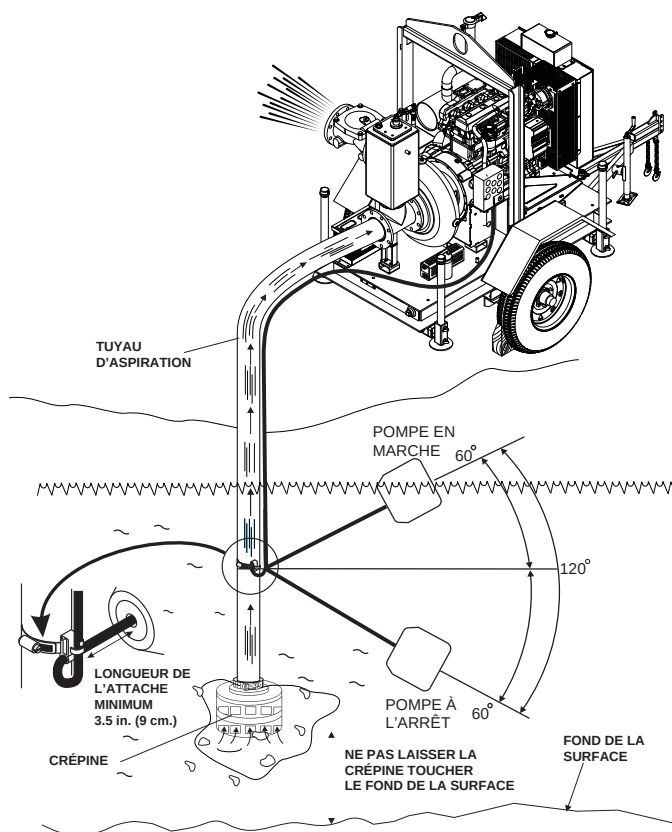
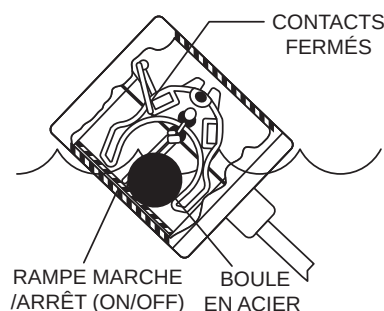
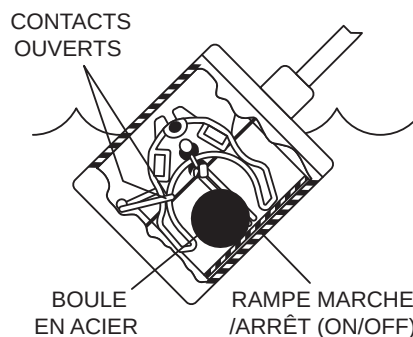

Figure 11. Rendement (débit) de pompage (Commutateur à flotteur)
Figure 12. Interrupteur à flotteurs (Fermé)
Figure 13. Commutateur à flotteurs (Ouvert)
La commande mécanique de l'interrupteur à flotteur s'allume **ON** (se ferme), lorsque le flotteur s'incline à 45° au-dessus de l'horizontale, ce qui indique un niveau élevé. Il s'éteint **OFF** (s'ouvre) lorsque l'interrupteur à flotteur tombe à 45° sous l'horizontale. Se référer à la Figure 12 et Figure 13. La fourchette de pompage maximale est de 120 degrés. Voir la Figure 11 ci-dessous.
1. Déterminez la longueur du cordon nécessaire comme montré la Figure 11 et au Tableau 7.
2. Placez le cordon dans la pince comme montré à la Figure 11.